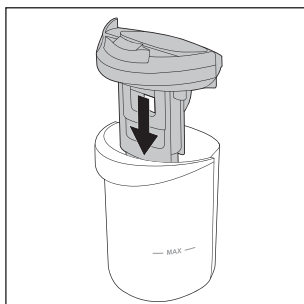

Fig. 29
- ♦ Riapplicare il coperchio del contenitore dell'acqua sporca **9** al contenitore dell'acqua sporca **2** (vedere fig. 29).